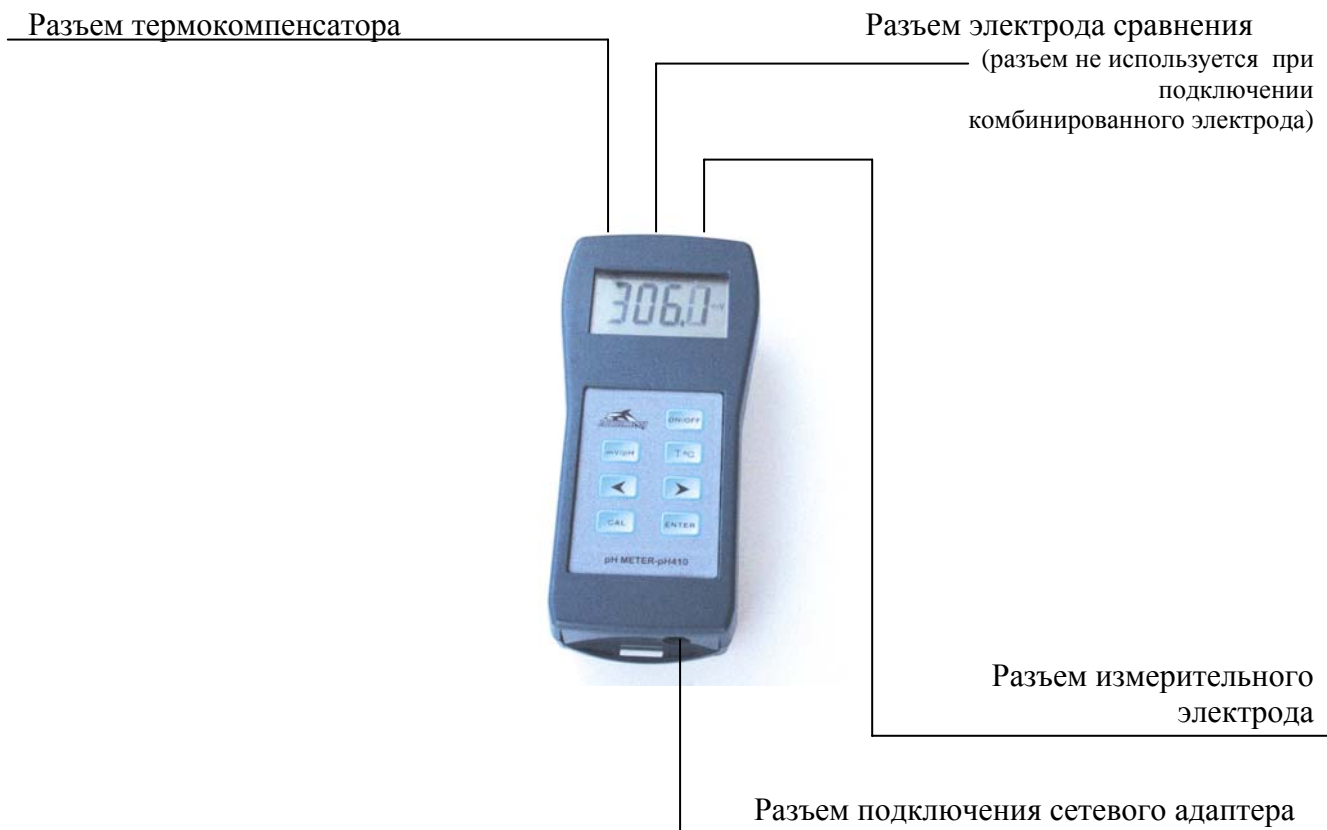

Рис. 1 Общий вид рН-метра.
1.4.5 Гнезда разъемов для подключения электрода сравнения, измерительного или комбинированного электрода и термокомпенсатора расположены на верхнем торце прибора. Гнездо разъема питания для подключения сетевого адаптера расположено на нижнем торце прибора (рис.1).
1.4.6 На передней панели прибора расположены органы оперативной настройки и управления и жидкокристаллический дисплей (рис.1).
3.1.3 Электроды, подготовленные к измерениям, подключают в соответствующие разъемы (рис.1).
3.2.1 Прибор подключают к сети переменного тока через сетевой адаптер (рис. 1).
Включение режима термокомпенсации осуществляется автоматически при подключении термокомпенсатора к соответствующему разъему прибора (рис.1).
3.3.5.1 Подключить термокомпенсатор к соответствующему разъему прибора (рис.1).